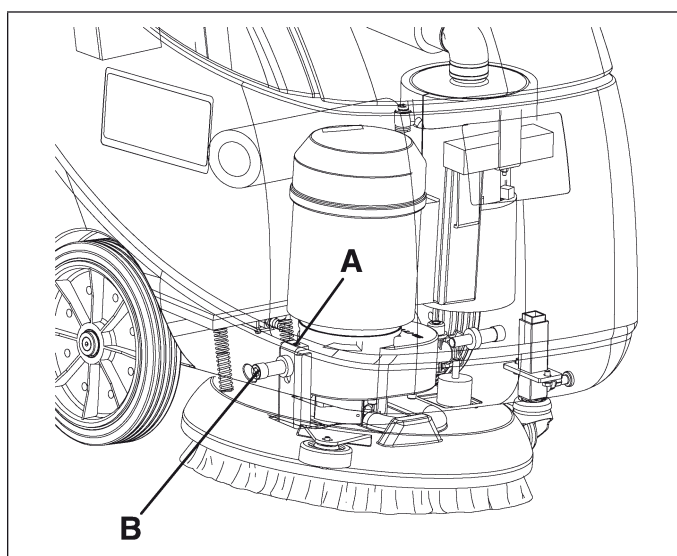

Figure 21
2. Régler la vitesse d'avance de la machine au moyen de la vis (A, Fig. 21) en procédant comme suit :
- desserrer la vis (B, Fig. 21), sur le côté droit de la machine, en la tournant dans le sens inverse aux aiguilles d'une montre ;
- tourner la vis de réglage (A, Fig. 21) dans le sens inverse aux aiguilles d'une montre pour augmenter la vitesse d'avance de la machine
- tourner la vis de réglage (A, Fig. 21) dans le sens des aiguilles d'une montre pour réduire la vitesse d'avance de la machine
- le réglage effectué, serrer la vis (B, Fig. 21).